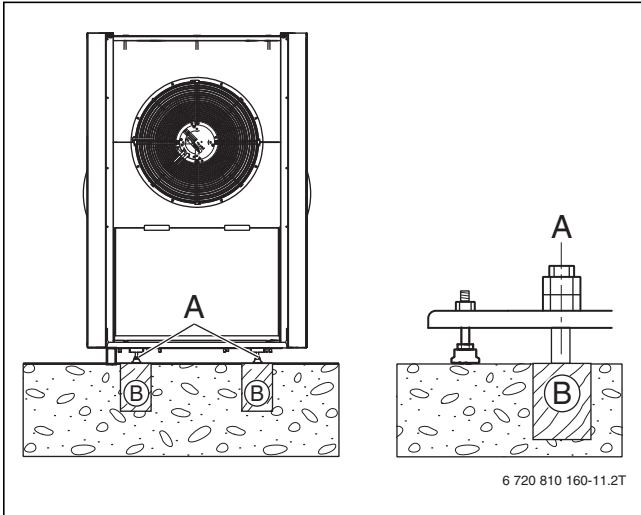

Рис. 9 Размеры в мм
- Закрепите тепловой насос анкерными болтами в устойчивом положении (→ рис. 9).